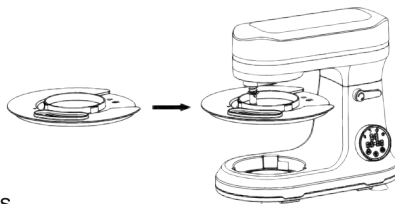

Figure 1
- Tournez le couvercle dans le sens des aiguilles d'une montre jusqu'à ce que vous entendiez un "clac", indiquant qu'il est verrouillé en place. Reportez-vous à la figure 1 pour des indications visuelles.